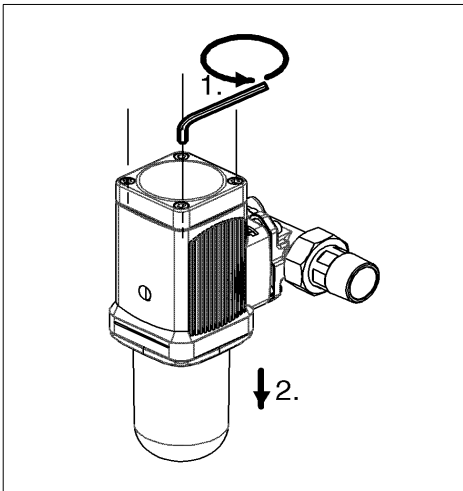

Abb. 3:
- 3 Alle vier Zylinderschrauben mit einem Innensechskantschlüssel lösen (Abb. 3).